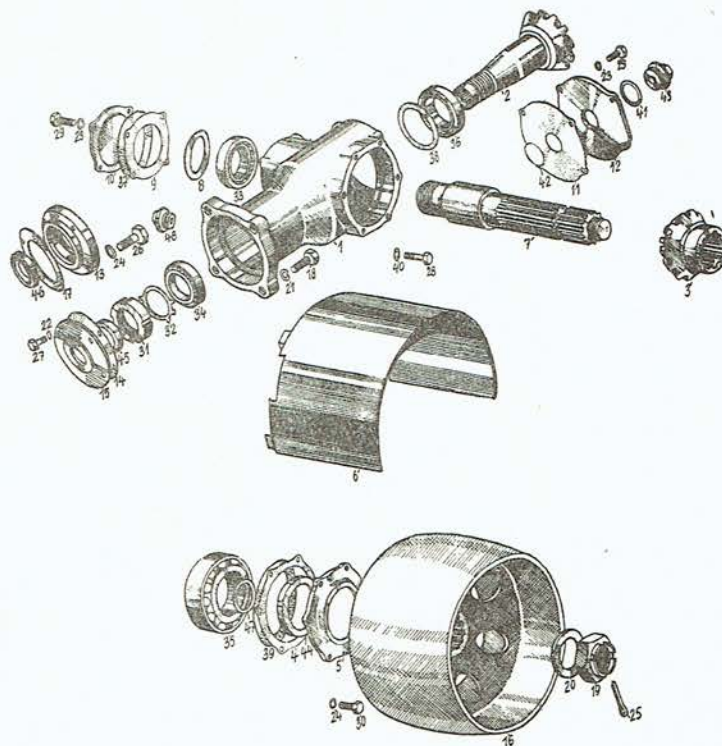

Abb. 143
2. Die Riemenscheibe ist auf die Nuten der Zapfwelle aufzuschieben und mit 4 Schrauben M 12 (Abb. 143/18) an den Haupttriebekasten anzuschrauben.
1. Öl ist durch Ausschrauben der Ablassschraube (Abb. 143/43) aus dem Deckel (Abb. 143/12) abzulassen.
2. Der Splint (Abb. 143/25) ist aus der Welle her auszuschleiben, die Mutter M 30 (Abb. 143/19) auszuschrauben und die Unterlagscheibe (Abb. 143/20) abzunehmen. Von den Nuten der Welle ist die Riemenscheibe (Abb. 143/16) abziehen.
3. Sechs Schrauben M 10×25 samt Unterlagscheiben (Abb. 143/30) sind auszuschrauben. Dadurch wird der Deckel (Abb. 143/5) mit der Wellendichtung samt Riemenscheibenabdeckung (Abb. 143/44, 4) gelockert.
4. Der Deckel (Abb. 143/10) ist durch Abschrauben von 4 Schrauben M 8 (Abb. 143/29) mit Dichtung (Abb. 143/9) abzuheben und der Distanzring (Abb. 143/8) mit Distanzunterlagscheiben abzunehmen.
5. Die Welle (Abb. 143/7) mit dem Innenring des Kegelrollenlagers 30208 ist aus den Nuten des angetriebenen Kegelrades her auszuschleiben.
7. Vier Schrauben M 8 sind auszuschrauben und der Deckel (Abb. 143/12) samt Dichtung ist abzunehmen.
8. Vier Schrauben M 6 mit Unterlagscheiben sind auszuschrauben. Dadurch wird die Abdeckung (Abb. 143/15) mit Wellendichtung und Dichtung der Abdeckung gelöst.
9. Die Mutter KM 9 (Abb. 143/31) des Kegelantriebsrades (Abb. 143/2) ist zu entsichern, auszuschrauben.